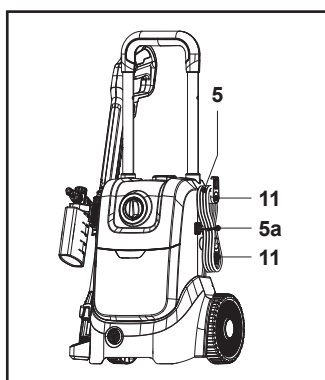

Fig. 21
2. Enrouler le cordon d'alimentation (5) autour des deux ancrages de cordon (11) et le fixer à l'aide d'un serre-câble (5a) fourni (Fig. 21).